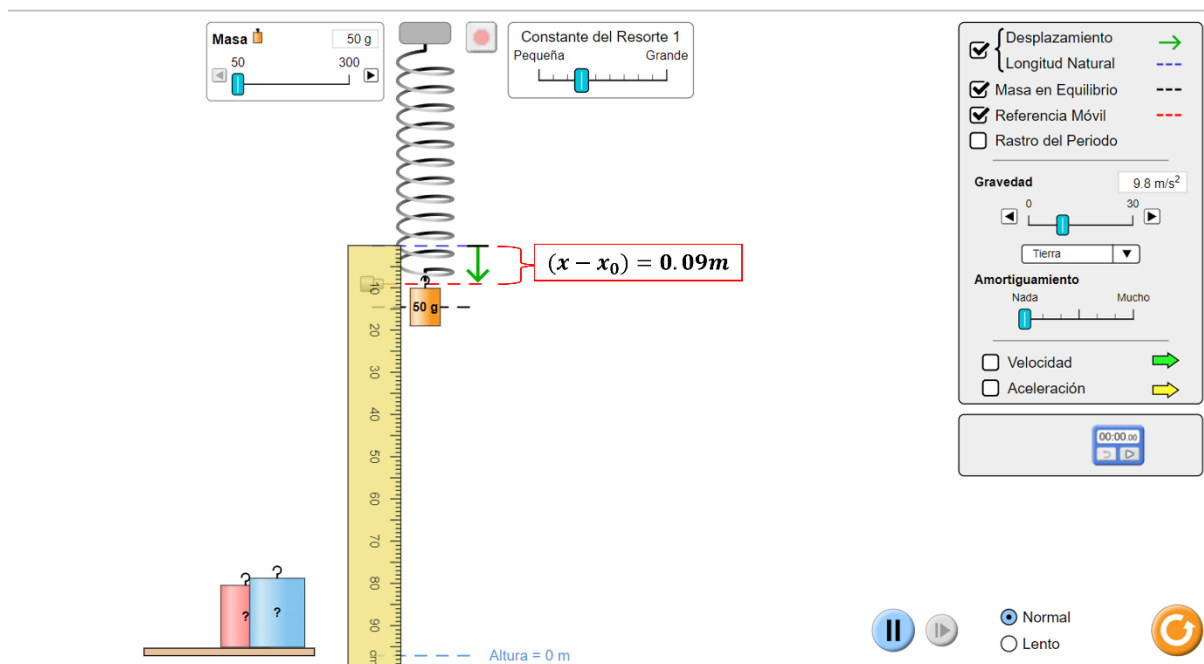

Figura 2. Uso de la regla para medir el desplazamiento del resorte.
8. Arrastre la referencia móvil hasta el final del resorte (Ver figura 2)
9. Presione la regla amarilla que se encuentra en su panel inferior derecho. Arrástrela hacia el resorte (Ver figura 2). Utilice la regla para medir el desplazamiento ($x-x_0$) y anote dicho valor en la tabla 1.